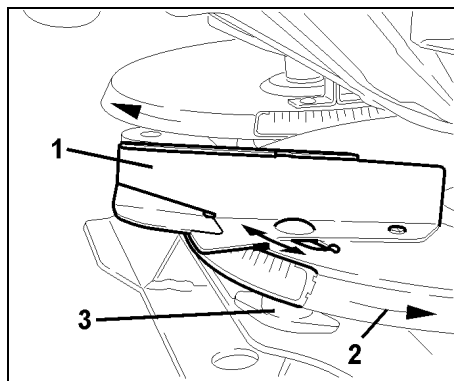

Fig. 65
Beakta att spridarvingarna blir korrekt monterade. Den öppna sidan av den u-formiga spridar-vingen (Fig. 65/1) ska vara riktad i rotationsriktningen (Fig. 65/2).
- Demontera vingmuttern (Fig. 65/3) och byt spridarvingen (Fig. 65/1).
- Dra åt vingmuttern (Fig. 65/3)